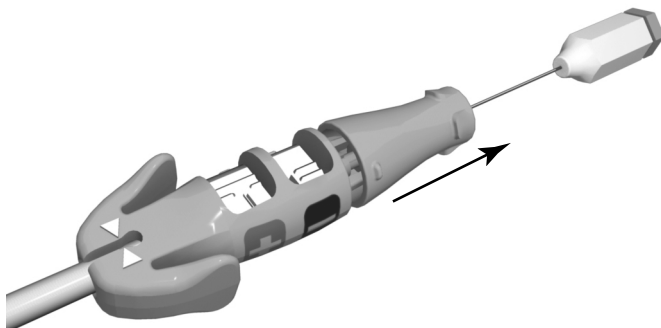

Figure 5. Outil de connexion avec manche de fixation désenclenché
3. Dégager le manche de fixation de la broche terminale avant d'introduire la sonde dans la veine (Figure 5 Outil de connexion avec manche de fixation désenclenché en page 21).